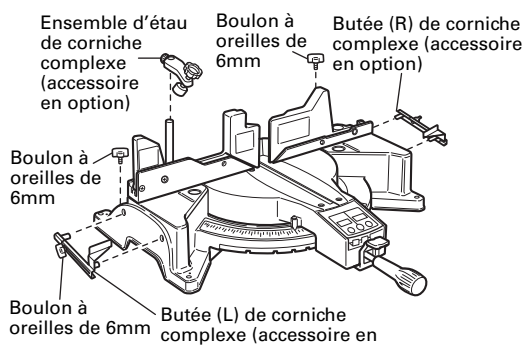

Fig. 41-a
- (1) Les butées (L) et (R) de corniche complexe permettent des coupes plus faciles de corniches complexes sans inclinaison de la lame de scie. Les installer sur la base, de chaque côté, comme le montre la Fig. 41-a. Après les avoir introduits, serrer le boulon à oreilles de 6mm sur les butées de corniche complexe.